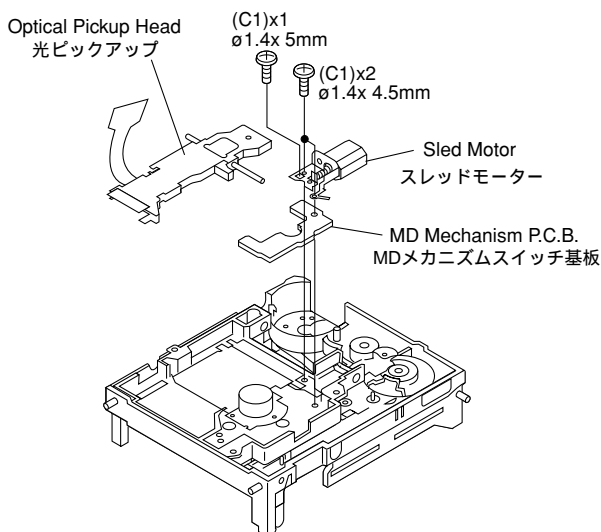

Fig. 9
**Removal of Sled Motor/Optical Pickup Head (Fig. 9)**
スレッドモーター/光ピックアップの外し方 (Fig. 9参照)